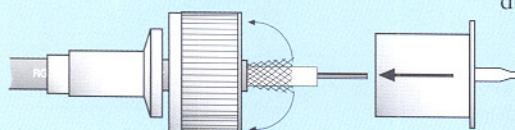

Bild 6 (links): Montagebeispiel für PL-Stecker mit Crimpmontage
1. Aufschieben von Crimphülse und Überwurf und Abisolieren des Kabels (Abbildung 6).